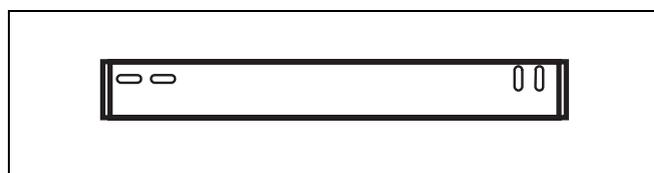

Fig. 2 Staffa di montaggio
- Mettere i tasselli in corrispondenza dei fori della staffa di montaggio e montare la staffa di montaggio (vedi fig. 2).
- Fissare sulla parete la staffa di montaggio (vedi fig. 2).
- Attaccare l'apparecchio alla staffa di montaggio (fig. 2).